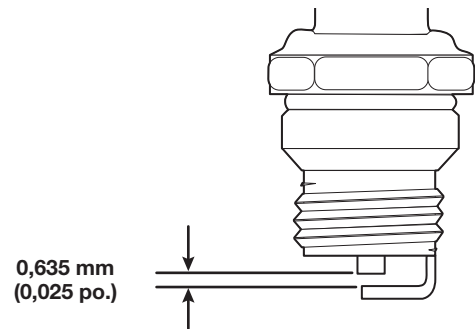

Fig. 12
4. Utilisez une jauge d'épaisseur pour régler l'écartement à **0,635 mm (0,025 po.)** (Fig. 12).